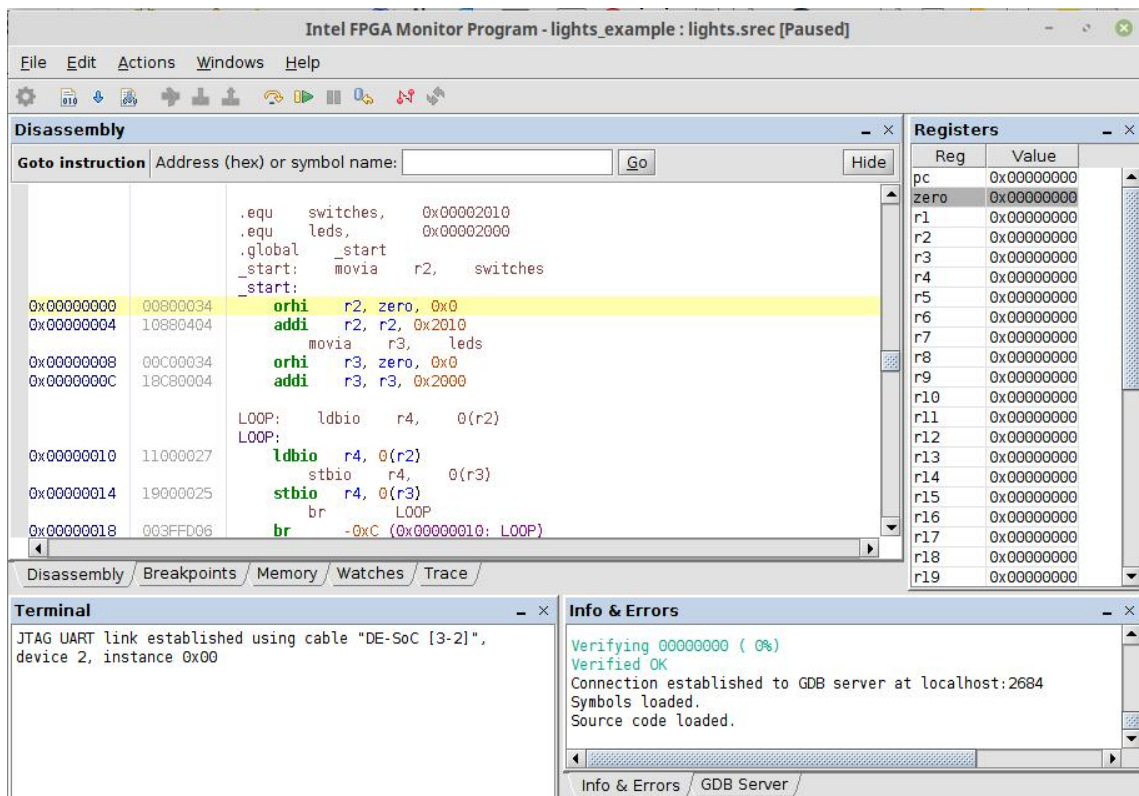

Рис. 26. Вікно дебагера
30. Після завантаження програми, відкриється вікно дебагера. Воно показано на рис. 26.